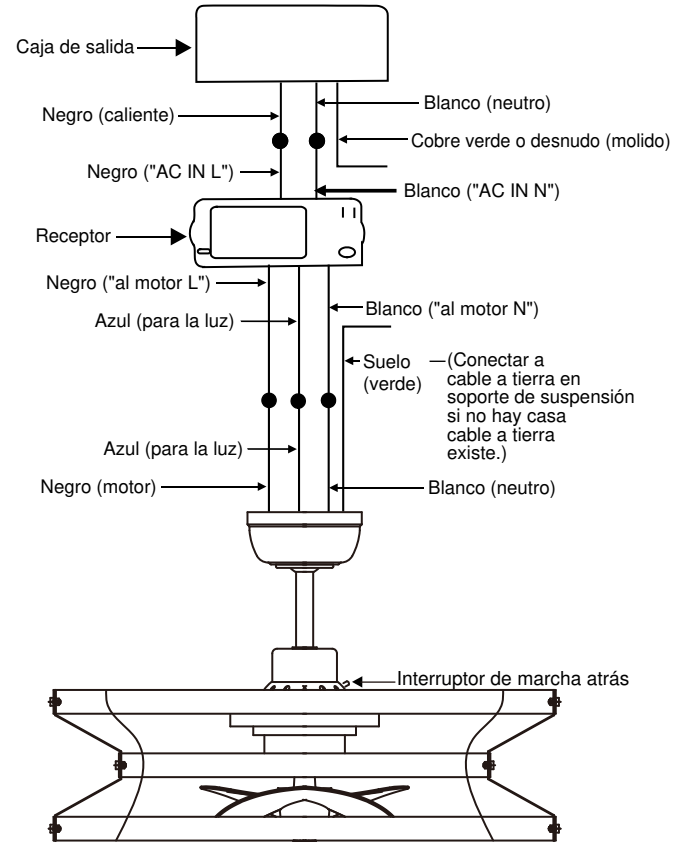

Fig. 14
Paso 2. Conexiones eléctricas del motor al receptor: (Fig. 14) Conecte el cable negro del ventilador al cable negro marcado "TO MOTOR L" en el receptor. Conecte el cable blanco del ventilador al cable blanco marcado "TO MOTOR N" en el receptor. Conecte el cable azul del ventilador al cable azul marcado "PARA LA LUZ" en el receptor. Asegure todas las conexiones de cables con las tuercas para cables de plástico provistas.
Paso 3. (Fig. 14) Receptor para cables de suministro de la casa Conexiones eléctricas: Conecte el cable negro (caliente) del techo al cable negro marcado "AC in L" del receptor. Conecte el cable blanco (neutro) desde el techo al cable blanco marcado "AC in N" desde el receptor. Asegure las conexiones de los cables con las tuercas para cables de plástico provistas.
Paso 4. (Fig. 14) Si su caja de salida tiene un cable a tierra (verde o cobre desnudo) conéctelo a los cables a tierra del ventilador; de lo contrario, conecte el cable de tierra del soporte colgante al soporte de montaje. Asegure la conexión del cable con una tuerca de plástico provista. Después de conectar los cables, sepárelos para que los cables verde y blanco estén a un lado de la caja de salida y los cables negro y azul al otro lado. Cuidadosamente meta las conexiones de los cables en la caja de salida.